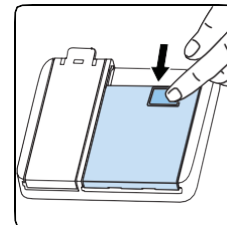

Fig. 1
1. Pour ajouter du sel adoucissant, retirez d'abord le panier inférieur et ouvrez le bouchon du compartiment à sel en le tournant dans le sens inverse des aiguilles d'une montre. (fig 1 et 2)
1. Appuyez sur le loquet pour ouvrir le réservoir de détergent comme indiqué sur l'image (fig. 1).